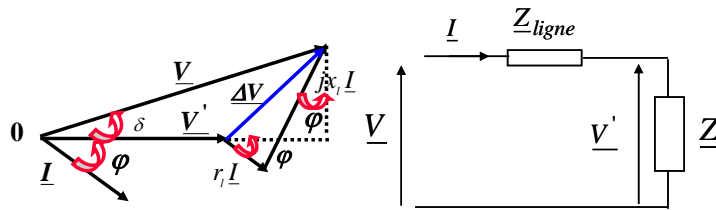

Figure 8 Représentation de Fresnel de V
**Exercice 8.2 :** Un récepteur résistif et inductif ci-dessous, ayant une tension  $V'$  à ses bornes, absorbe un courant I déphasé de  $\varphi$  en arrière sur cette tension. Ce récepteur est alimenté par une source de tension sinusoïdale V au moyen d'une ligne de résistance r et de réactance x. Tracez, sur un même graphe, les différentes tensions (Figure 8) et donnez l'expression de la chute de tension.